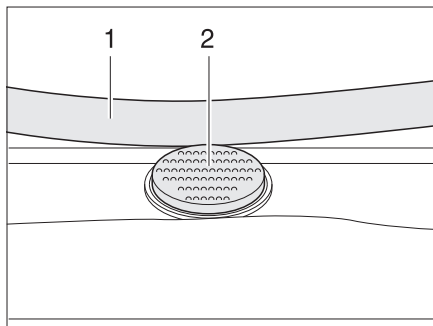

Bild 22 Sicherungsknopf an der Kipp-Dachhaube
- Den Sicherungsknopf (Bild 22,2) drücken und den Bügel (Bild 22,1) mit beiden Händen nach unten ziehen.
- Den Bügel mit beiden Händen nach oben drücken, bis der Bügel oberhalb des Sicherungsknopfes (Bild 22,2) liegt.